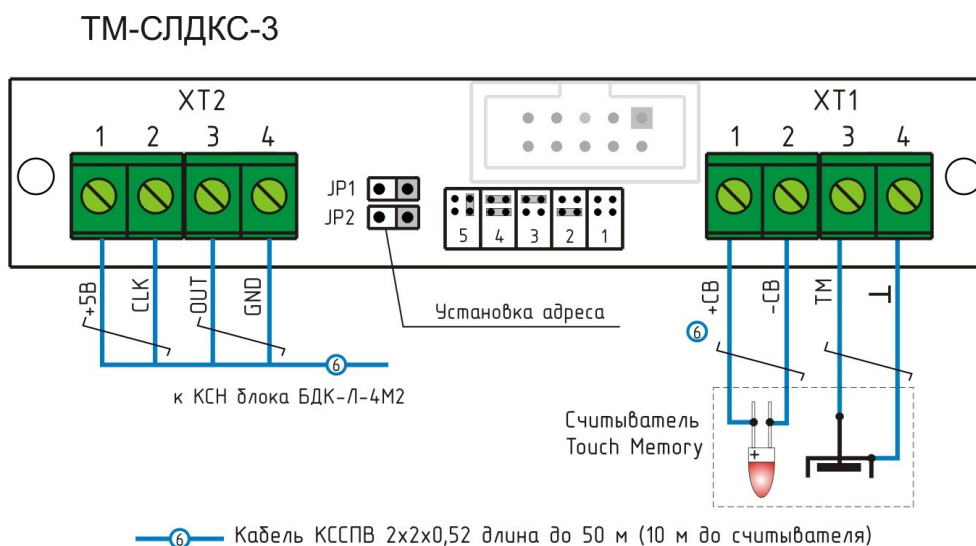

Рисунок 25 - Подключение ТМ-СЛДКС-3
5) Другой конец кабеля связи подключить к клеммам под винт разъема XT2 блока ТМ-СЛДКС-3 (рисунок 25).